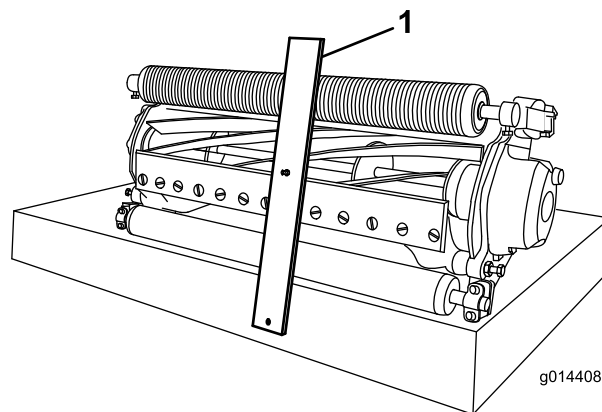

Figura 11
3. Prenda a cabeça do parafuso à extremidade cortante da lâmina de corte e apoie a extremidade traseira da barra no rolo traseiro (Figura 11).